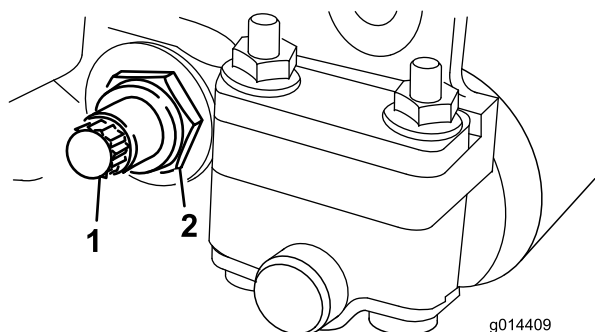
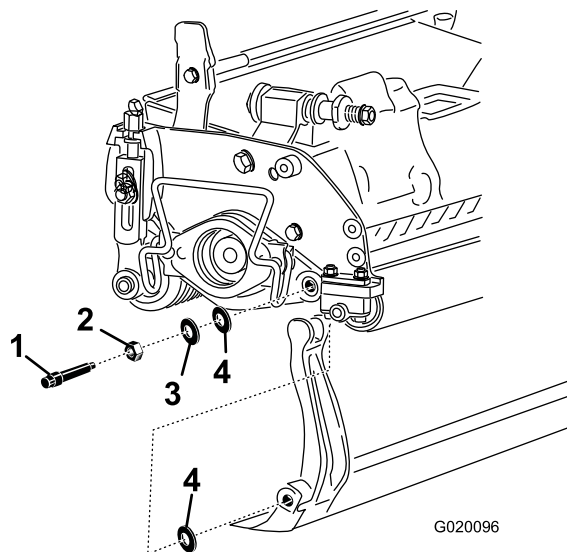

图14
图15
3. 在机器的另一侧，松开固定底刀架螺栓（图14）的锁紧螺母。
4. 拆下两个底刀架螺栓，向下拉动底刀架并从机器螺栓（图14）上拆下来。取下底刀架（图15）各端的 2 个尼龙和 1 个印花钢垫圈。
2. 用 2 个底刀架螺栓、锁紧螺母（螺栓上带的螺母）和 6 个垫圈将底刀架固定在两个侧板上。将尼龙垫圈放在侧板凸起的一侧。将钢垫圈放在尼龙垫圈的外侧（图15）。
4. 均匀旋紧两端的锁紧螺母，直至用手无法再旋动钢垫圈（图15）。